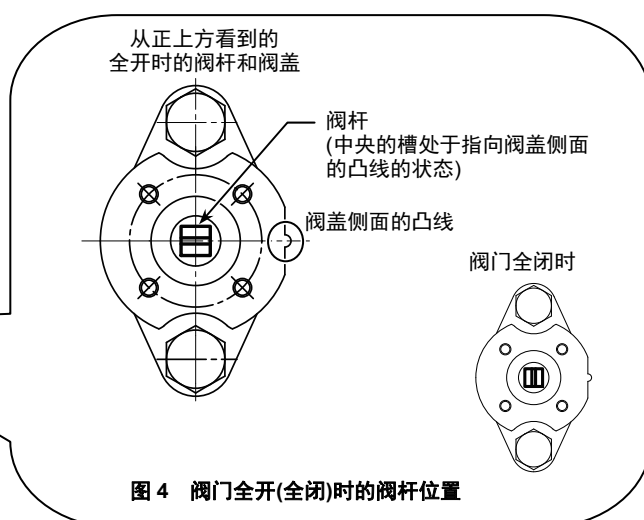

图4 阀门全开(全闭)时的阀杆位置
- (1) 请确认阀门开度处于全开(100%)。(出厂时被设定为全开位置。) 如图4所示，可通过阀杆顶部的槽和阀盖侧面的凸线来确认开度。在将阀门调整到全开位置的情况下，请使用扳手等进行调整，直到阀门的阀杆变为图4所示的位置。
- (2) 请使用扳手等工具，通过带垫圈的六角螺栓将阀门和连接支架紧固(M6、4处)。请以7.0~10.0 N·m的紧固扭矩拧紧螺栓。连接支架的组合位置可对照螺栓的安装孔，以每90度进行改变。(连接支架、隔热垫片、4个带垫圈的六角螺栓是阀门的附件。)